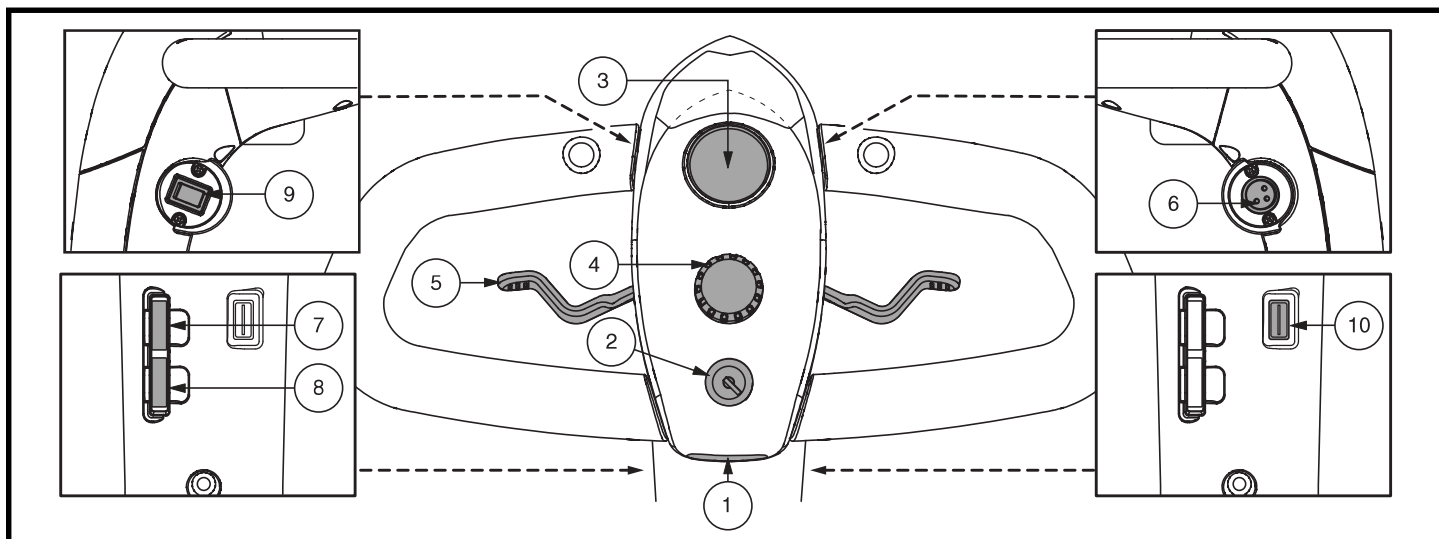

Figura 5. Componenti di console manubrio E (Modello Jazzy ZTS)
*Alloggiamento cavo di alimentazione del caricatore (Porta del manubrio) funziona anche come porta di programmazione nelle console E e F (vedere figura 5 e 6).